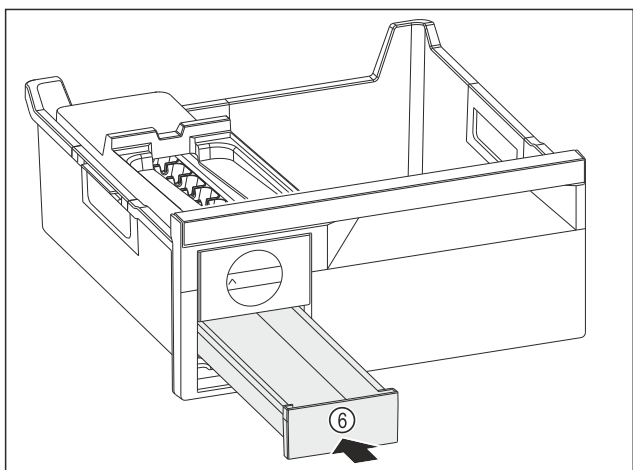

Fig. 111
- ▶ Zasuňte zásuvku na kocky ľadu Fig. 111 (6).